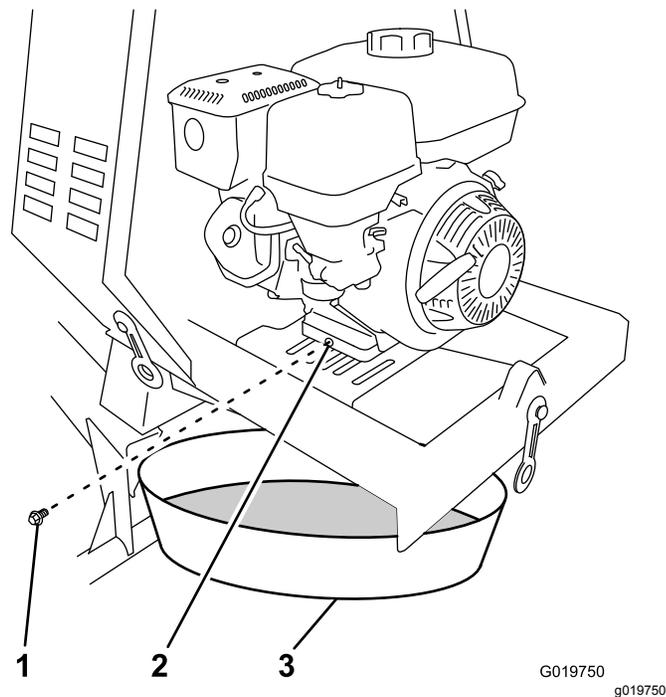

Figure 43
3. Placez un bac de vidange sous l'orifice de vidange d'huile du moteur (Figure 43).
4. Retirez le bouchon de vidange et laissez l'huile s'écouler dans le bac de vidange (Figure 43).
5. Lorsque la vidange d'huile est terminée, remettez le bouchon de vidange en place avec une rondelle neuve (Figure 43).